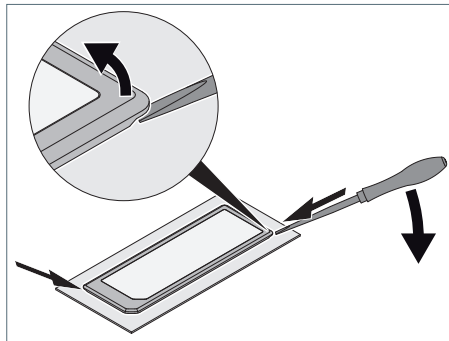

Fig. 6: Estrazione dell'apparecchio d'illuminazione facendo leva.
- Inserire un cacciavite nella scanalatura frontale ed estrarre l'apparecchio d'illuminazione facendo leva, vedi Fig. 6.